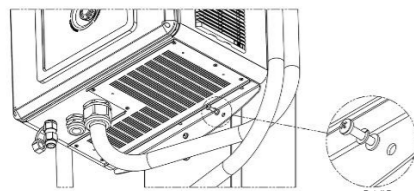

Abbildung 4.10: Beispiel für die Befestigung der unteren Schraube
3. Beginnen Sie die Befestigung am unteren Teil der Konstruktion und nutzen Sie dazu die drei (03) vorhandenen Befestigungspunkte mit drei (03) M6-Sechskantschrauben, wie in Abbildung 4.10 dargestellt.